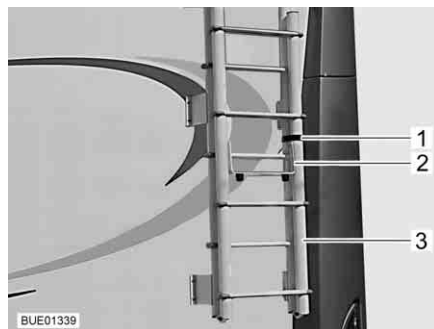

Fig. 1 Escalera plegada hacia arriba
- Abrir la correa (Fig. 1,1) de la escalera (Fig. 1,3) situada en la parte de atrás del vehículo.
- Abatir hacia afuera el estribo de protección (Fig. 1,2).